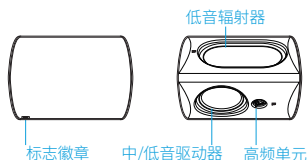

图 2
- 请记住, 务必将扬声器朝着能让水从驱动器锥盆和/或低音辐射器滚落的位置。务必确保在放置扬声器时使带有中/低音驱动器和高音扬声器的一侧 (即带有 Definitive Technology 徽标徽章 (见图 2) 的一侧) 朝着聆听区域。